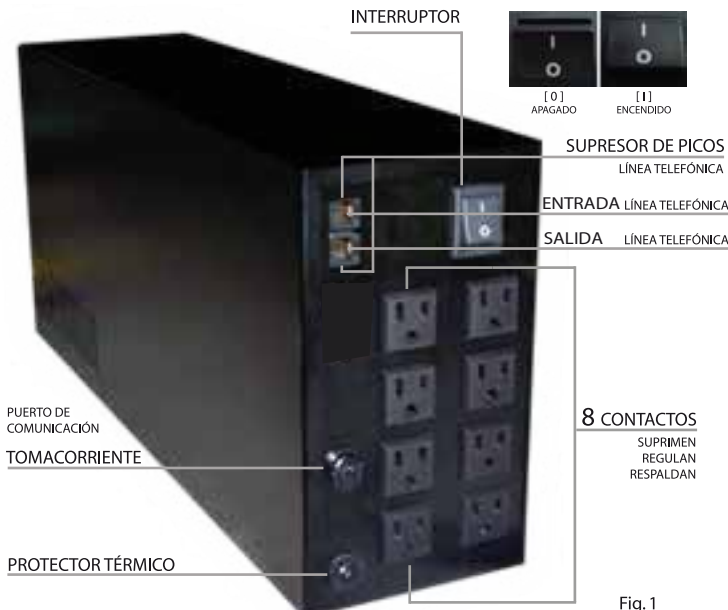

Fig. 1
- 2) Revise que el interruptor principal trasero esté en la posición de apagado [0] (Fig. 1).
- 3) Enchufe el tomacorriente a la línea eléctrica de alimentación (Fig. 1).
4) Conecte en cualquiera de los ocho contactos los aparatos que desea respaldar para el caso de ausencia de energía eléctrica o el caso de variaciones de voltaje, estos se encuentran ubicados en la parte trasera de su **NO BREAK** (Fig. 1).